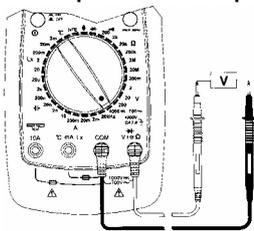

Рисунок 4
- (1) Вставьте штекер черного щупа в гнездо **COM**, а красного в гнездо **V**.
- (2) Установите поворотный переключатель в положение требуемого диапазона **V**. Подключите щупы, как показано на рис. 4.
- (3) Если на дисплее Вы увидите только символ "0L", это означает состояние перегрузки, и следует выбрать больший диапазон измерения.
- (4) Прочитайте на ЖК-дисплее показание результата измерения. Полярность красного щупа будет соответствовать полярности, индицируемой вместе с величиной напряжения.
- (5) Для измерения переменного напряжения нажмите кнопку ""; для возврата в режим измерения постоянного напряжения еще раз нажмите кнопку ".